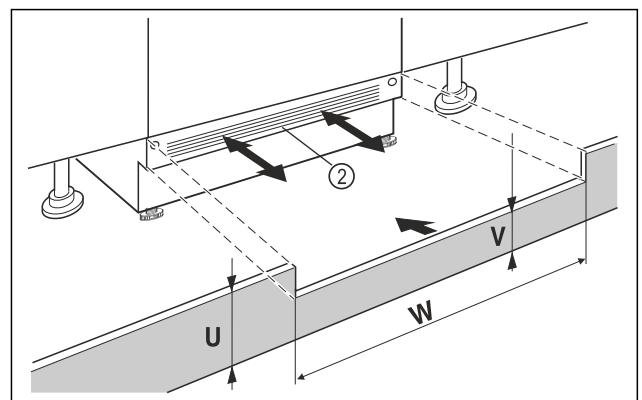

Fig. 13 Beispielhafte Darstellung
- ▶ Gerätesockelblende Fig. 13 (2) aufsetzen aber noch nicht fixieren.
- Bei sichtbarer Sockelblende *Fig. 13 (2)*, diese so weit nach vorn ziehen, dass Vorderkante Lüftungsgitter und Möbelsockelblende eine Ebene bilden.
- Bei verdeckter Sockelblende *Fig. 13 (2)*, diese ganz nach hinten schieben.
- Auf komplett freie Lüftungsschlitze achten: Bei Bedarf Höhe der Möbelsockelblende *Fig. 13 (U)* zuschneiden!
- Entlang der Nischenbreite *Fig. 13 (W)* die Steghöhe *Fig. 13 (V)* unter der Gerätesockelblende *Fig. 13 (2)* einpassen.